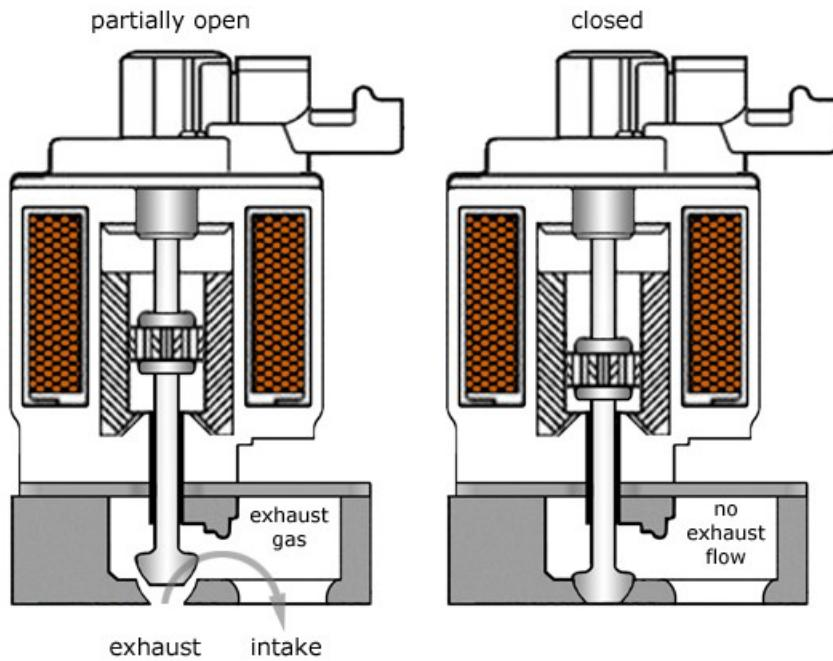

图 4. EGR 结构图
3. 废气再循环阀(EGR)、电子节气门阀(ETC): EGR 和 ETC 阀的驱动需求和作用类似，一般常见的类型有直流电机型和电磁比例阀型，EGR 和 ETC 都需要双向线性的调节阀门开度，并且一般需要配合位置传感器形成精确的闭环位置控制，图 4 为一种 EGR 的系统结构图。主流的 EGR 和 ETC 阀需要 H 桥驱动器，并且需要支持电流检测，PWM 驱动频率一般为几 kHz~20kHz，连续电流能力 1.5~3A，堵转电流 4~8A，负载诊断方面需要监测负载短路、负载开路、输出短路到地或者 12V 电源等。